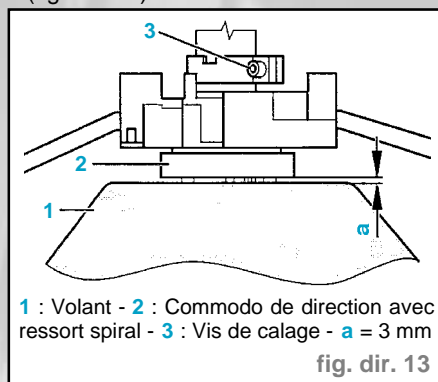

fig. dir. 13
- La figure représente une vue de dessus du commodo de direction avec volant (fig. dir. 13).